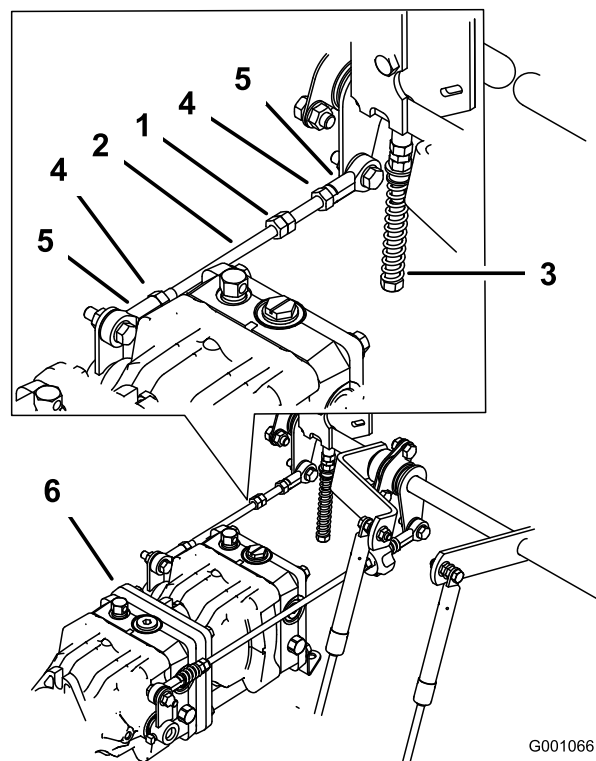

Figura 82
6. Serrate i dadi di bloccaggio dei giunti a sfera (Figura 82).
1. Allentate i dadi di bloccaggio ai giunti a sfera dell'asta di comando della pompa (Figura 82).
3. Regolate la lunghezza dell'asta della pompa facendo girare nella direzione opportuna i due dadi sull'asta, finché la ruota si ferma o si sposta leggermente indietro (Figura 82).